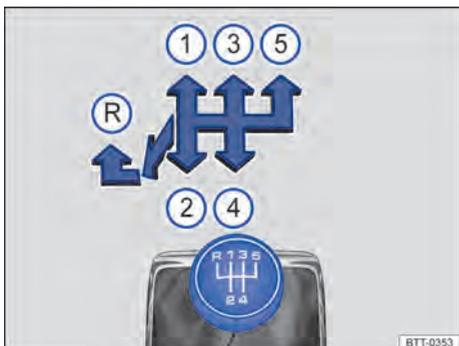
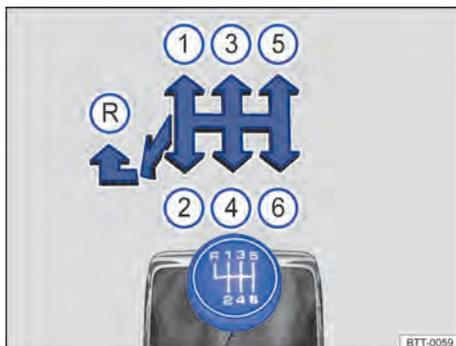

Fig. 122 Esquema de troca de marchas da transmissão manual de 5 velocidades.
Fig. 123 Esquema de troca de marchas da transmissão manual de 6 velocidades.
As posições de cada marcha estão representadas na alavanca da transmissão ⇒ Fig. 122 ou ⇒ Fig. 123.
- Empurrar a alavanca da transmissão totalmente para a esquerda e depois para frente até a posição de marcha a ré ⇒ Fig. 122  ou ⇒ Fig. 123 .